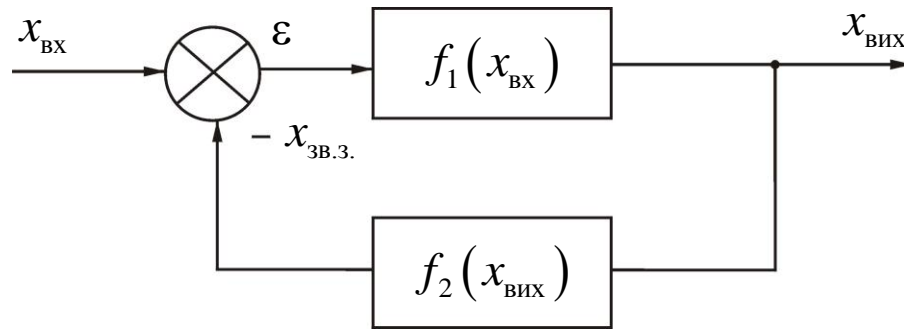

Рис. 2.7. Реалізація від'ємного зворотного зв'язку
5. Побудувати узагальнену статичну характеристику $x_{\text{вих}} = f(x_{\text{вх}})$ ланки, що охоплена від'ємним зворотним зв'язком (рис. 2.7), якщо $x_{\text{вих}} = f_1(\varepsilon)$ – статична характеристика основної ланки; $x_{\text{зв.з}} = f_2(x_{\text{вих}})$ – статична характеристика ланки зворотного зв'язку.